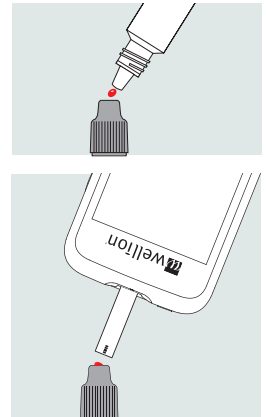

Abbildung 101
1. Wenn das Display eingeschaltet ist, legen Sie einen Teststreifen ein, und der Bildschirm für das Blutzuckermessgerät wird angezeigt. Aktivieren Sie das Kontrollkästchen für die Kontrolllösung, um anzuzeigen, dass Sie einen Qualitätskontrolltest durchführen. Der PDA zeigt eine Animation wie in Abbildung 101 an. Schwenken Sie die Kontrolllösungsflasche vorsichtig, tropfen Sie die Kontrolllösung vorsichtig heraus, werfen Sie den ersten Tropfen und lassen Sie den zweiten Tropfen auf eine saubere, nicht absorbierende Oberfläche fallen. Berühren Sie nun mit dem zweiten Tropfen den Probenbereich des Teststreifens. Lassen Sie die Flasche nicht mit dem Teststreifen in Kontakt kommen.